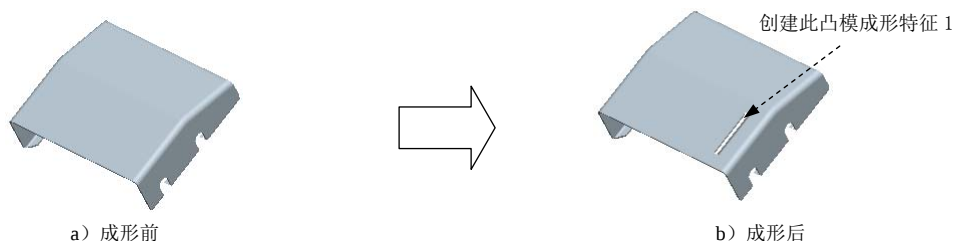

图 11.12.49 凸模成形特征 1
(1) 选取镜像特征。在图形区选取 Step17 所创建的钣金拉伸切削特征 4 为镜像源。
- (2) 选择镜像命令。单击 **模型** 功能选项卡 **编辑** 下的 **镜像** 命令。
- (3) 定义镜像平面。选取 Step18 所创建的基准平面为镜像平面。
- (4) 单击  按钮，完成镜像特征 1 的创建。
Step20. 创建图 11.12.49 所示的凸模成形特征 1。